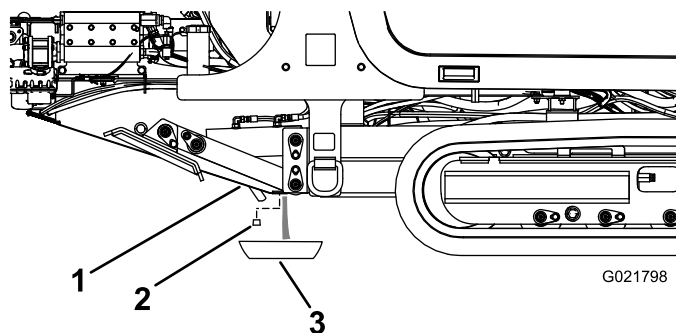

Рисунок 126
3. Ослабьте сливную пробку, пока из отверстия не начнет выходить вода и осадок (Рисунок 126).